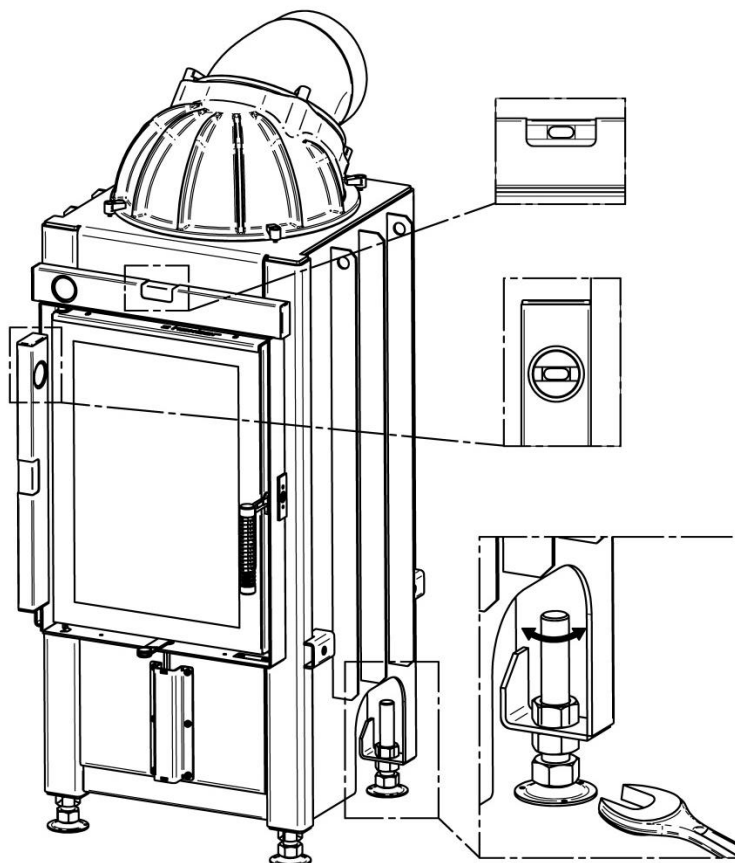

Рис.2
- расстояние камина от пола можно регулировать, поворачивая ножки топки (рис. 2). Используйте регулируемые ножки, чтобы сбалансировать разницу высоты до 6 см (только 1 см для угловых топков). Каминная топка должна быть сбалансирована по горизонтали.